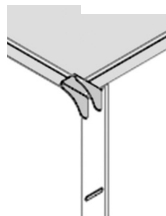

Figure 6
6. Push down on each shelf corner to confirm the shelf is fully supported. If the shelf wobbles or tilts, a support may be in the wrong slot (Fig. 6).
6. Poussez vers le bas sur chaque coin de la tablette pour vous assurer qu'elle est complètement appuyée. Si la tablette bouge ou s'incline, un des supports pourrait être dans la mauvaise fente (fig. 6).